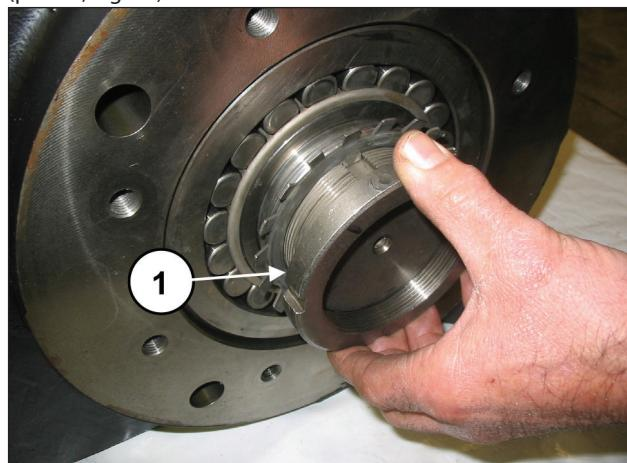
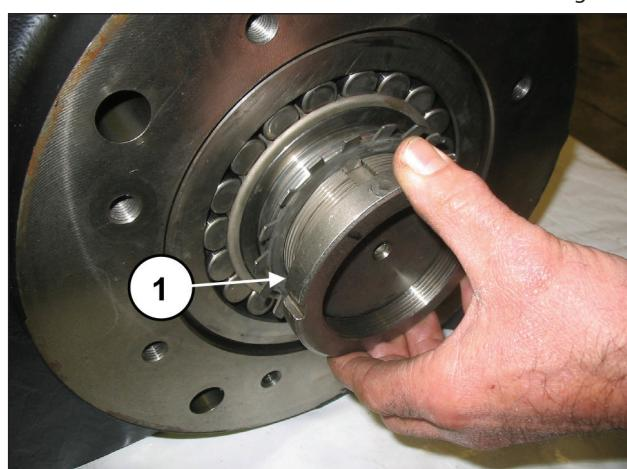
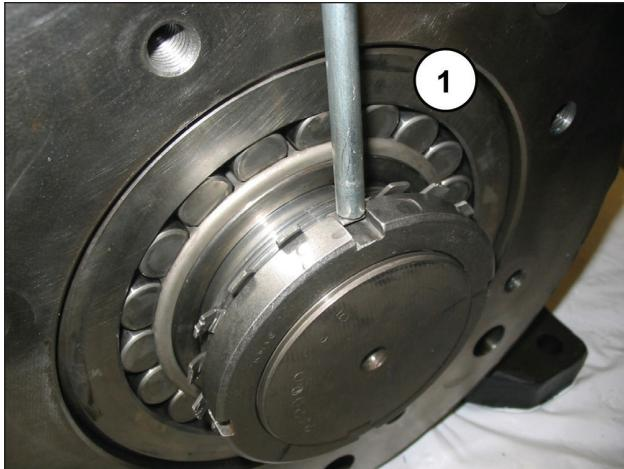

Fig. 54
Fig. 55
Fig. 56
Desenroscar la virola, introducir la arandela de seguridad (pos. ①, Fig. 54) y enroscar a fondo la virola (pos. ①, Fig. 55). A continuación, doblar la lengüeta de bloqueo de la arandela (pos. ①, Fig. 56).